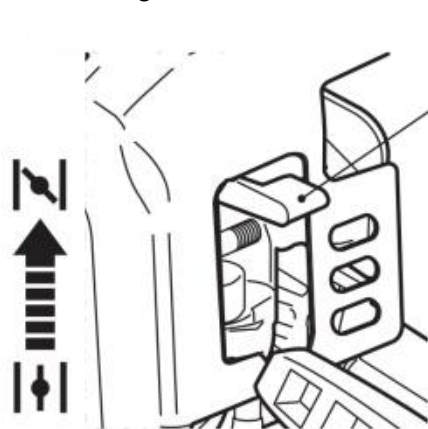

Fig. 29
1. Flytta choken (A12) uppåt till läget STÄNG  för att stänga choken (fig. 29). Flytta choken till läget STÄNG för kallstart.